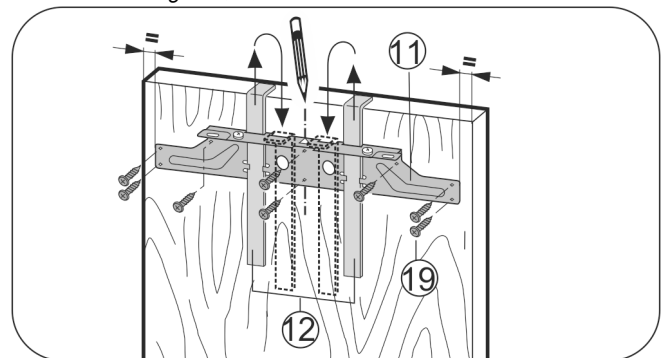

Fig. 18
- ▶ Sospendere la traversa di montaggio Fig. 18 (11) sul lato interno dell'anta del mobile servendosi degli attrezzi di montaggio Fig. 18 (12).
- ▶ Allineare la traversa di fissaggio Fig. 18 (11) centralmente sulla porta.
- ▶ Fissare la traversa di fissaggio Fig. 18 (11) con almeno 6 viti Fig. 18 (19).
- ▶ Fissare la traversa di fissaggio Fig. 18 (11) con 4 viti Fig. 18 (19) sul bordo.
- ▶ Estrarre gli attrezzi di montaggio Fig. 18 (12) verso l'alto e inserirli capovolti nelle aperture adiacenti.